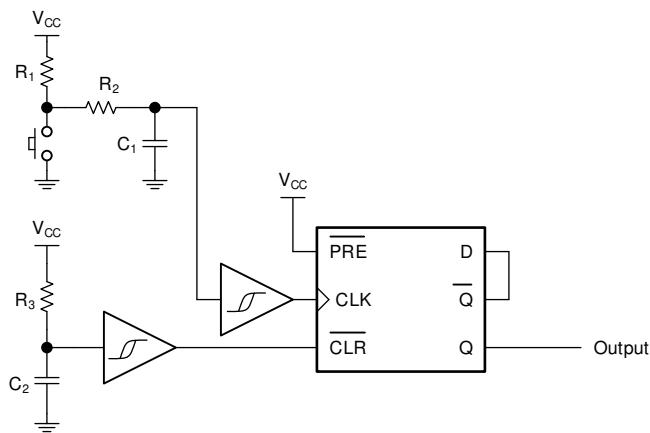

図 8-1. 代表的なアプリケーションのブロック図
図 8-1 に、SN54SC2T74-SEP を使用して 1.8V 信号を 3.3V に昇圧変換し、このアプリケーションの LED を駆動する方法を示します。SN54SC2T74-SEP は出力電流を制限しないため、追加の出力抵抗を使用して適切な電流制限を行います。抵抗の値 (R) は、LED の順方向電圧 (V_D) と LED を流れる目的の順方向電流 (I_D) から次の式を使用して求めることができます。 $R = (V_{CC} - V_D)/I_D$ 。